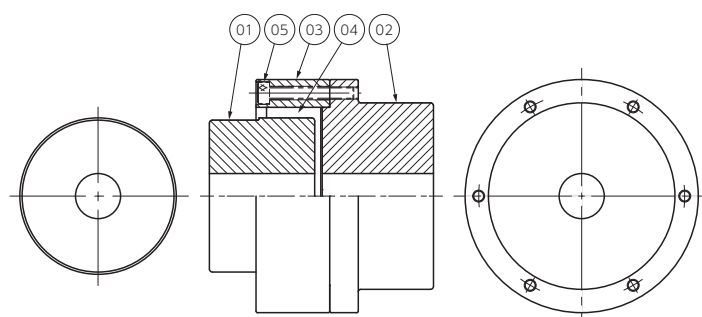

図4. 構成部品
- ①カップリングの構成部品を、図4の構成部品リストと照合してください。
- ②駆動軸、被動軸、カップリングの構成部品にカエリ、傷、汚れ、錆等がないか確認し、ゴミや油分を拭きとってください。
- ③各々の軸にフレックスハブおよびリングハブを取り付けてください。しまりバメの場合は、ハブを均一に加熱し、軸上の所定の位置に素早く取り付けてください。
- ④ドライブリングをフレックスハブ側に通します。